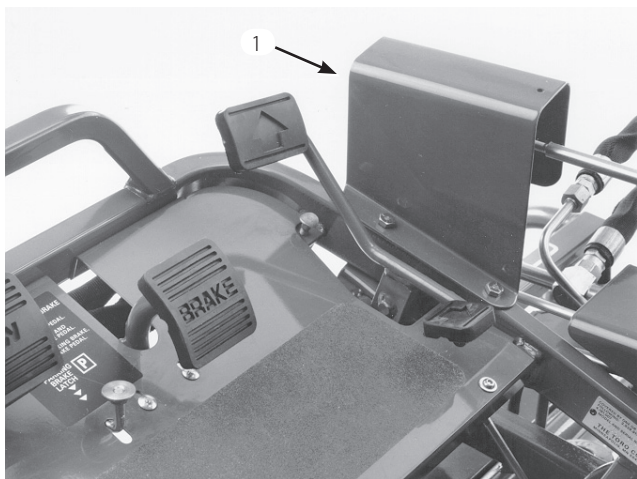

図 45
1. スプールNo.1, No.2, No.3 をニュートラル位置（行程ニュートラル位置の時に上昇ペダルと芝刈りペダルの高さの中央）に置き、フット・パネルからトランスファ・ロッド・ガードを取る（図45）。